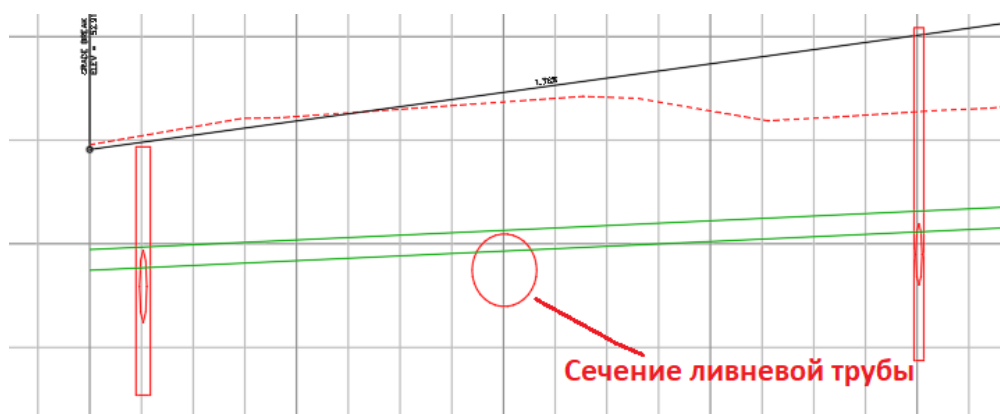

Рис. 3.8. Поперечная ливневая труба, показанная в форме эллипса, позволяет обнаружить недопустимое пересечение с сантехнической трубой
14. В диалоговом окне **Выберите стиль трубы** выберите стиль *C-PROF-STRM – Crossing* и нажмите **ОК**. Щелкните по кнопке **ОК** еще раз, чтобы закрыть диалоговое окно **Свойства вида профиля**. Теперь вы возвращаетесь к чертежу, где ливневая труба теперь представлена в форме эллипса, размещенного в месте пересечения ливневой трубы с трассой (рис. 3.8). При внимательном рассмотрении изображенных таким способом ливневой и сантехнической труб можно четко увидеть существующее здесь недопустимое пересечение (конфликт), следовательно, проект необходимо изменить.